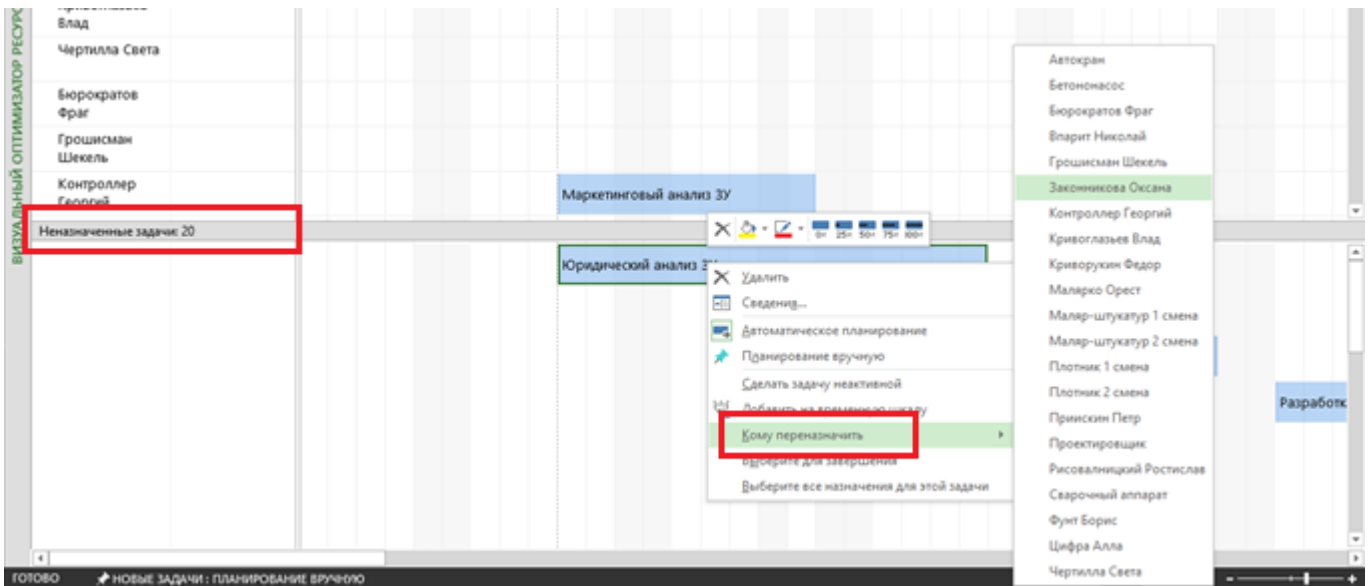

Рисунок 55 – Назначение ресурсов в представлении «Планирование групп»
- или, щелкнув правой кнопкой мыши на задаче, на которой еще нет назначений и выбрать в меню «Кому переназначить» нужный ресурс, Рисунок 55.